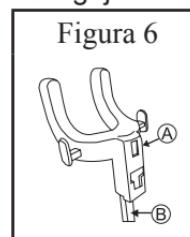

Figura 6
1. Inserte la percha (A) de la barra telescópica (B). (Figura 6)